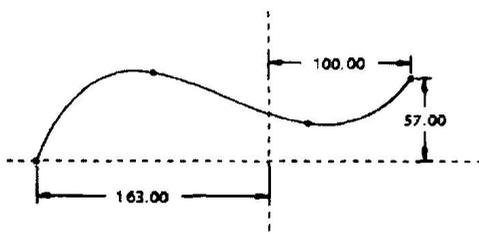

图 1-7
- (1) 单击拉伸工具按钮，在拉伸特征面板中，单击  按钮，单击草绘截面按钮 ，系统显示 Section 对话框。
- (2) 选择 FRONT 基准面为草绘平面，RIGHT 基准面为参考平面，接受系统默认的视图方向。
- (3) 单击 Section 对话框中的 Sketch 按钮，系统进入草绘状态。
- (4) 绘制如图 1-7 所示的截面，单击草绘命令工具栏中的“√”按钮，系统再次显示 Section 对话框。
- (5) 单击 Section 对话框中的 OK 按钮，系统返回零件设计模式。